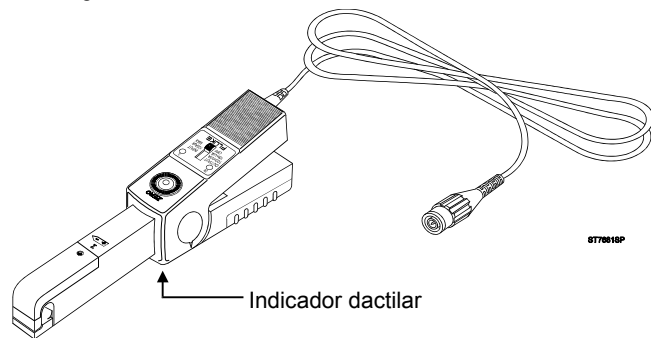

Figura 1. Sonda de corriente de CA/CC 80i-110s
La Fluke 80i-110s es una Sonda de corriente de CA/CC de pinza diseñada para reproducir formas de onda de corriente encontradas en sistemas comerciales e industriales modernos de distribución de energía eléctrica. El funcionamiento de la sonda se ha optimizado para la reproducción precisa de corrientes a la frecuencia de red y hasta el quincuagésimo armónico. La 80i-110s es compatible también con cualquier instrumento capaz de medir milivoltios. La Sonda de corriente (que se muestra en la Figura 1) presenta las siguientes ventajas:
- No sostenga la pinza amperimétrica desde la parte posterior a le indicador dactilar, consulte la figura 1.